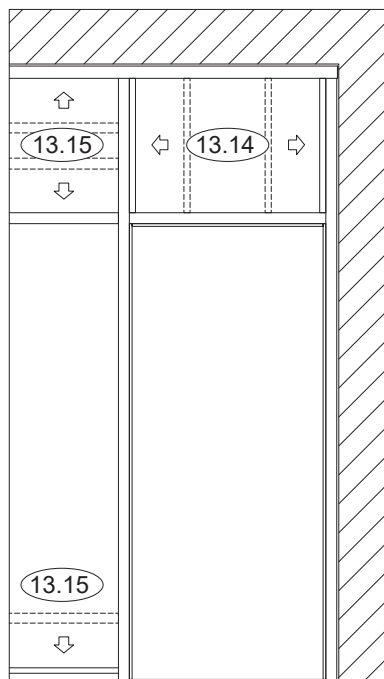

Figura 13.14
13.14. Instale los adaptadores para travesaño verticales. Consulte la **Figura 13.14**.